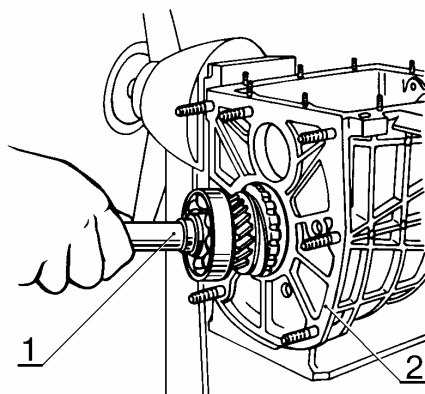

Рис.26. Извлечение первичного вала из картера КП:
- извлечь из картера КП первичный вал 1, рис.26, в сборе с подшипником и синхронизатором;